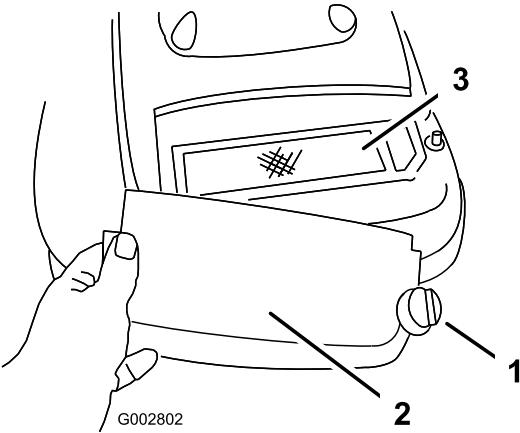

Figura 24
3. Desenrosque el tornillo que sujeta la tapa del limpiador de aire (Figura 24).
4. Retire la tapa y límpiela a fondo (Figura 24).